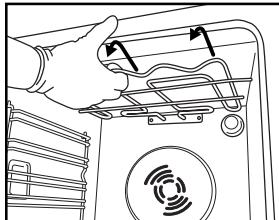
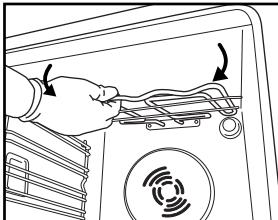

Fig. 6
Fig. 7
2. Faites sortir légèrement la résistance (Fig. 6) avant de l'abaisser (Fig. 7).